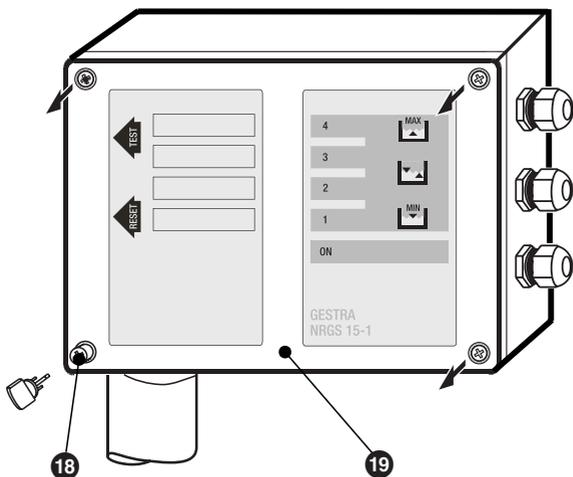

Fig. 3
2. La fonction peut être indiquée avec un feutre résistant à l'eau dans les zones d'inscription figurant sur le couvercle, pour chaque tige d'électrode (voir Fig. 3).